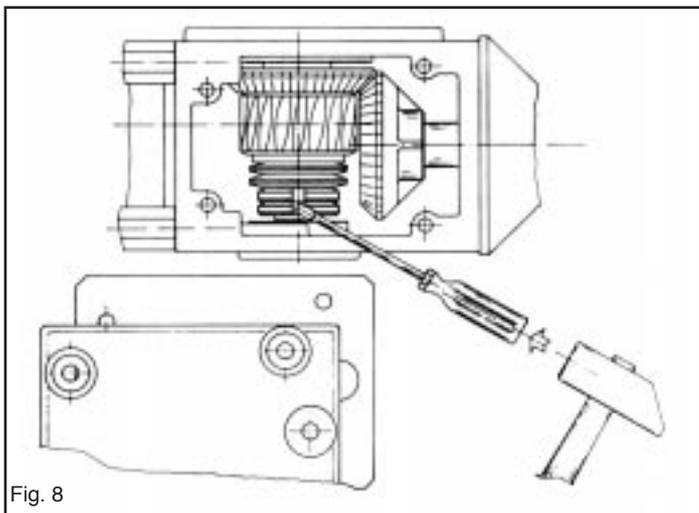

Fig. 8
N.B. : Il ne faut donner au portail que la force nécessaire à son actionnement, une personne doit donc être en mesure de l'arrêter avec la main. Un fois le réglage effectué, se rappeler de bloquer les deux bagues l'une contre l'autre (Fig. 8).
Take care to secure the two ring nuts one against the other once the clutch has been adjusted (Fig. 8).
A regolazione avvenuta ricordarsi di bloccare le due ghiera una contro l'altra (Fig. 8).
N.B.: Die Antriebskraft des Tors darf nur so hoch sein, daß das Tor geschlossen wird, aber per Hand angehalten werden kann. Nach der Einstellung sind die beiden Nutmuttern zu sichern (Abb. 8).
Il motore non ha la forza di muovere l'anta.	Agire sulla frizione dando più forza di spinta (senza esagerare) (Fig. 8).
The motor has not the force to move the gate	Adjust the safety clutch as much as it is necessary to reset the gate in movement without forcing it (Fig. 8).